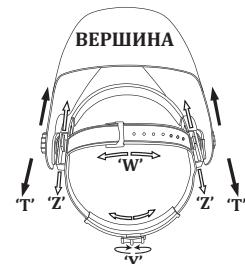

Рисунок 1
- Общая окружность оголовья может быть увеличена или уменьшена путем вращения ручки на задней стороне оголовья **Рисунок 1-У**. Это может быть сделано на маске и позволяет установить правильное натяжение, чтобы маска надежно, но не тугу удерживалась на голове.
- Если оголовье слишком высоко или слишком низко надвигается на вашу голову, отрегулируйте ремешок, проходящий через макушку головы. Для этого освободите конец ремешка, вытолкнув стопорный штифт из отверстия в ремешке. Сдвиньте две части ремешка на большую или меньшую ширину по мере необходимости и протолкните стопорный штифт через ближайшее отверстие **Рисунок 1-W**.
- Ослабьте стопорную гайку **Рисунок 1-T**, чтобы отрегулировать расстояние между маской и вашим лицом в нижнем положении.
- Ослабьте стопорную гайку с обеих сторон маски и сдвиньте ее ближе или дальше от лица **Рисунок 1-Z**. Важно, чтобы ваши глаза находились на одинаковом расстоянии от линзы. В противном случае эффект затемнения может быть неравномерным.